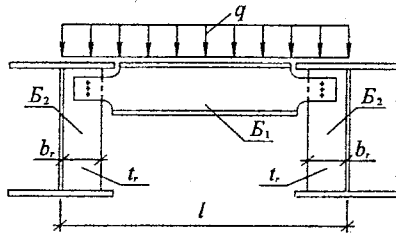

Рисунок 7.1 – Розрахункова схема болтового з'єднання балки B_1 до балки B_2
1. Накреслити схему, яка наведена на рис. 7.1, і виконати розрахунок та конструювання згідно з прикладом, наведеним нижче.